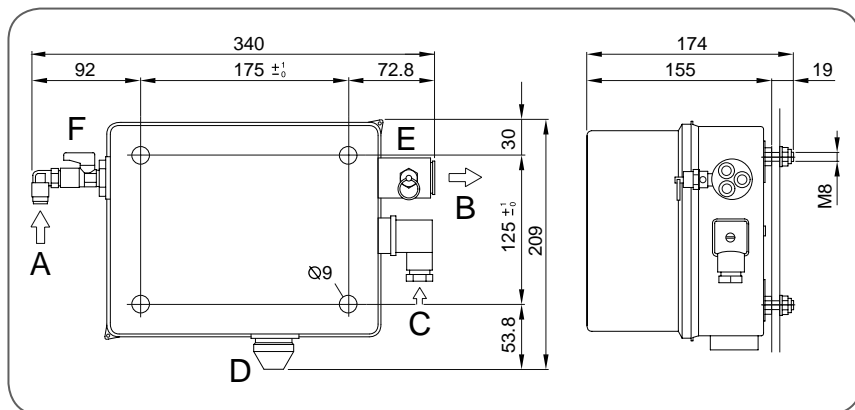

Fig. 9 - Montaggio dell'unità di comando
Realizzare i fori di fissaggio nella posizione di montaggio della scatola di comando, come mostrato nel disegno vd. ► Fig. 9.
- Prima di iniziare qualsiasi intervento sul sistema o sulle estremità delle ruote, chiudere sempre la valvola di arresto *vd.* ► *Fig. 9* (pos. F) e scaricare l'aria dalla valvola di sovrappressione *vd.* ► *Fig. 9* (pos. E).
1. In corrispondenza dell'uscita a 3 vie dell'aria compressa *vd.* ► *Fig. 9, (B)* applicare un manometro su una delle uscite.
3. Aprire la valvola di arresto *vd.* ► *Fig. 9 (pos. F)*.
- Prima di iniziare qualsiasi intervento sul sistema o sulle estremità delle ruote, chiudere sempre la valvola di arresto *vd.* ► *Fig. 9 (pos. F)* e scaricare l'aria dalla valvola di sovrappressione *vd.* ► *Fig. 9 (pos. E)*.